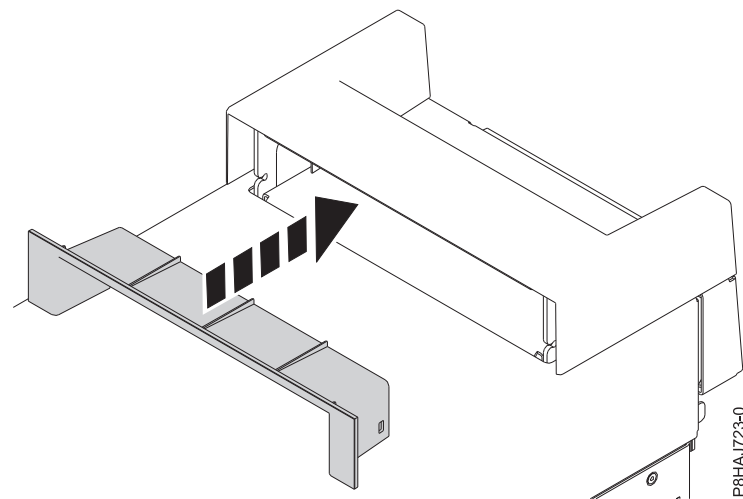

Figure 20. Insertion de la pièce plastique dans la poignée sur un système autonome 8286-41A
2. Insérez la pièce plastique (garniture intérieure) dans la poignée en la poussant fermement comme illustré figure 20.